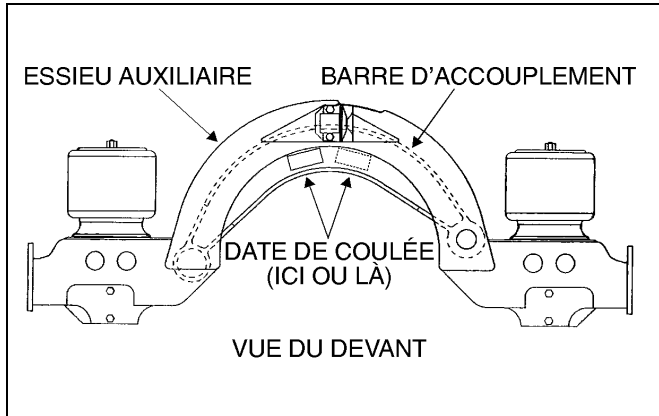
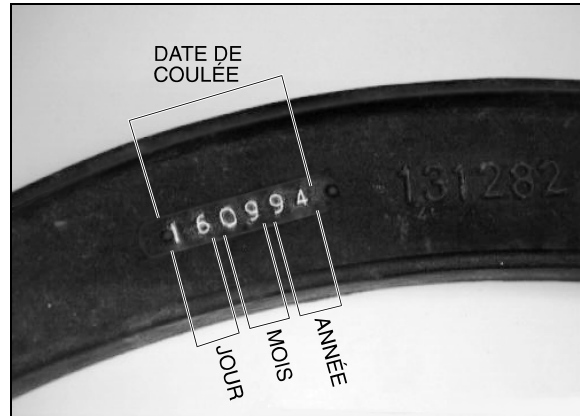

FIGURE 1
FIGURE 2
1. Sous le véhicule, dans la section des essieux arrières, localiser la barre d'accouplement transversale de l'essieu auxiliaire (Fig.1).
2. Vérifier la date de coulée imprimée sur la barre d'accouplement (Fig. 1 et Fig. 2), si celle-ci est 310394 ou 160994, procéder à l'étape B, sinon, ne pas en tenir compte.
4. Sous le véhicule, dans la section des essieux arrière, localiser la barre d'accouplement transversale de l'essieu auxiliaire (Fig. 1).